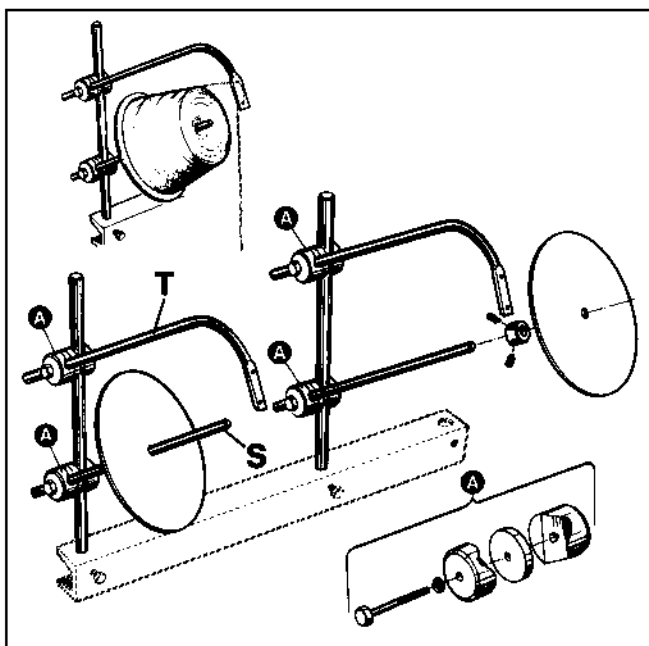

Fig. 5
Take the components of the thread stand from the accessories and assemble it as shown in Fig. 5. Choose the distance between spool pin (S) and thread guide (T) according to the size of the used cones of sewing thread. Place the thread cones onto the spool pins and thread the sewing machine, refer to paragraph "THREADING" in the instructions for the sewing machine!
Nehmen Sie die Einzelteile für den Fadenständer aus dem Zubehör und montieren Sie diesen wie in Fig. 5 gezeigt. Wählen Sie den Abstand zwischen Spulenkopf (S) und Fadenführung (T) entsprechend der Größe der verwendeten Garnrollen. Setzen Sie die Garnrollen auf die Spulenköpfe und fädeln Sie die Nähmaschine ein, siehe Abschnitt „EINFÄDELN“ in der Betriebsanleitung für die Nähmaschine!